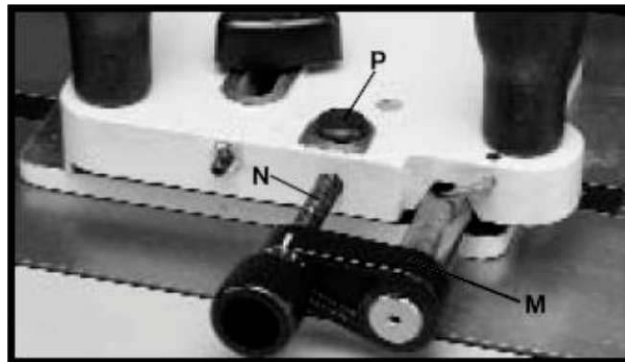
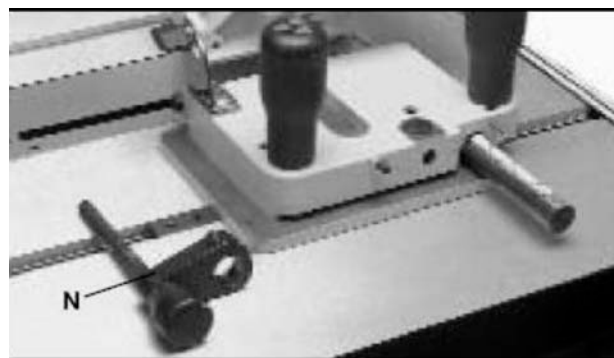

Рисунок 6
Рисунок 7
6. Используя шестигранный ключ на 3 мм, ослабьте установочный винт (M), Рис. 6. Нажимая на кнопку расцепления резьбы (P), снимите микрометрический регулятор (N) с шипорезного устройства, как показано на Рис. 7.